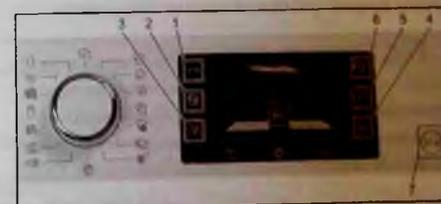

Рис. 2. Внешний вид ПУ с ЖК индикацией СМ Whirlpool
1. Нажимают кнопку «1» — см. рис. 2.